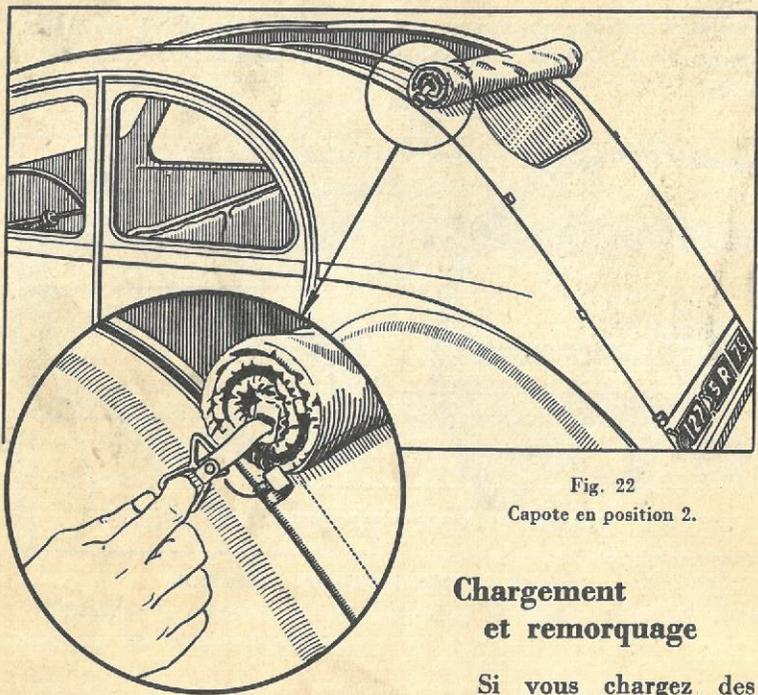

Fig. 22
Pour ouvrir la capote, décrochez-la en tirant sur les anneaux (fig. 22) vers le bas, roulez-la et, pour l'arrêter, engagez les anneaux dans les crochets fixés sur le haut de la caisse.
B. — Capote à bagages : se manœuvre de la même façon (fig. 22).